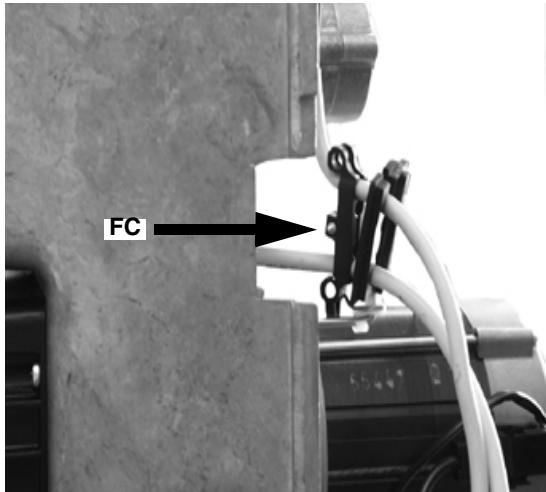

Fig. 38
- 3 Quite la juntura y el grupo sujetador de cable FC de su alojamiento (Fig. 38).